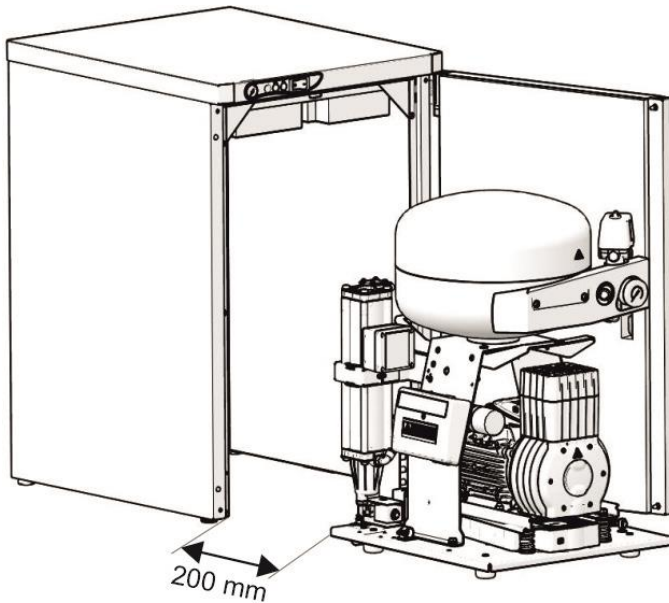

Abb. 12: Positionierung des Kompressors für Anschlüsse
- Positionieren Sie den Kompressor in einem Abstand von mindestens 200 mm vom Schrank, um die Bewegung der Schläuche und des Netzkabels im Schrank zu ermöglichen (Abb. 12).